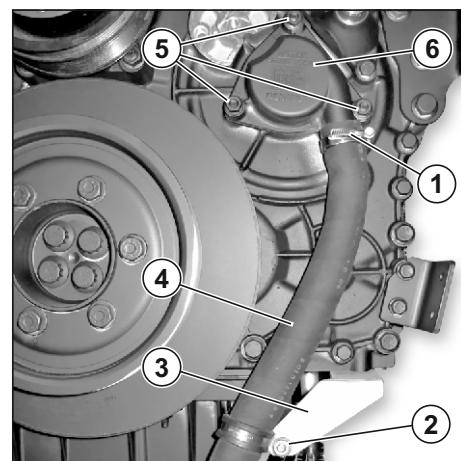

Рис. 32. Снятие крышки крыльчатки маслоотделителя.
**3.22. Снятие крышки крыльчатки маслоотделителя.** (см. Рис. 32)